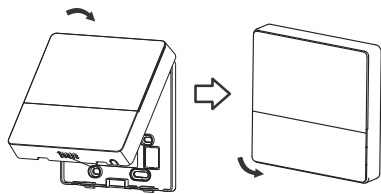

Figura 3-12
- Después de ajustar la caja superior, abroche la caja superior y evite sujetar el cableado durante la instalación. (Figura 3-12)